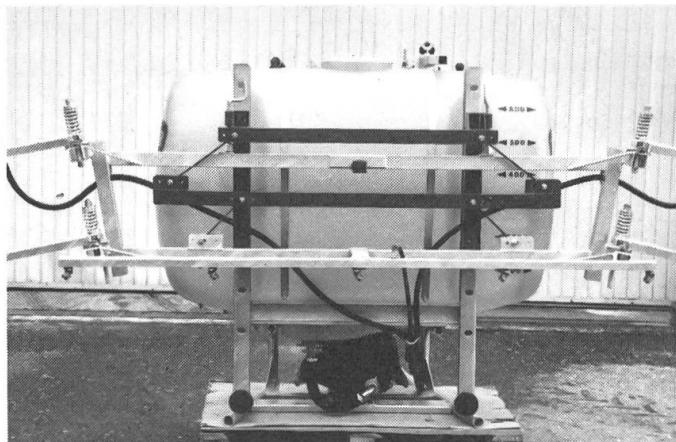

Fig. 3: Stabilisateur GRAVIMATIC pour rampe de traitement.
- le « stabilisateur de rampe GRAVIMATIC » (fig. 3)